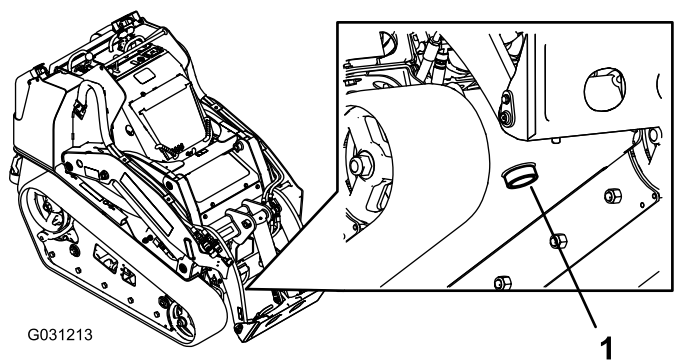

Bild 73
7. Stellen Sie eine große Auffangwanne (Fassungsvermögen von 57 l) unter die Ablassschraube vorne an der Maschine (Bild 73).
8. Entfernen Sie die Ablassschraube und lassen das Öl in die Auffangwanne abfließen (Bild 73).